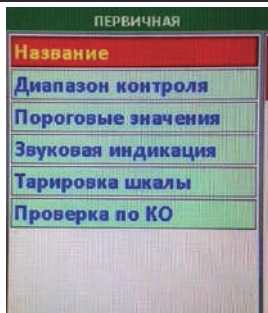

Рис. 8
- Далее на дисплее отобразится меню для ввода настроек характеристики (рисунок 8).
- На дисплее отобразится меню для ввода настроек характеристики (рисунок 8, таблица 3).
Для изменения настроек текущей характеристики, находясь в режимах “измерительный”, “диаграмма” или “развертка” необходимо кратковременно нажать кнопку . На дисплее отобразится меню для ввода настроек текущей характеристики (рисунок 8, таблица 3). Через появившееся меню совершаются все необходимые изменения.
Ввод/изменение названия характеристики производится в пункте меню “Название” (рисунок 8, таблица 3).
Установка диапазона контроля диаграмм производится в пункте меню “диапазон контроля” (рисунок 8, таблица 3).
Установка пороговых значений производится в пункте меню “пороговые значения” (рисунок 8, таблица 3).
Выбор типа звуковой индикации производится в пункте меню “звуковая индикация” (рисунок 8, таблица 3).